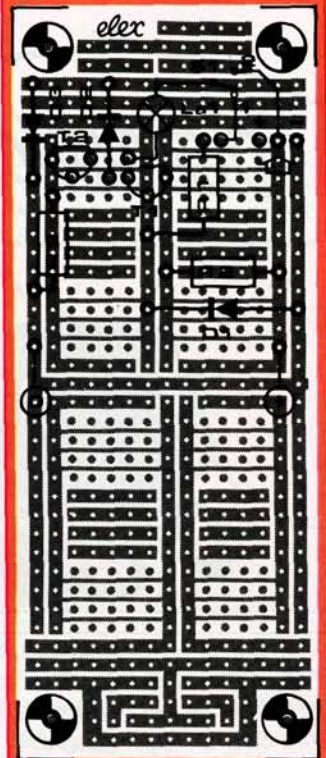

Figure 5 - Le plan d'implantation montre la disposition des composants sur une petite plaquette expérimentale.
(figure 5) il y a peu de chances de se tromper. Il convient de faire très attention de ne pas inverser les connexions des diodes, des transistors et de la LED (voir la page "composants"). Le pôle positif de la pile est la languette la plus courte.
En fonctionnement, on fait appel à une **résistance de limitation de courant** mise en série avec une (ou plusieurs) LED. Lorsque l'on calcule la valeur correcte de cette résistance à l'aide de la loi d'Ohm, on doit prendre en compte la tension directe. En voici un exemple : Il s'agit d'alimenter une LED verte (tension directe de 2,2 V environ) à partir d'une source de tension de 12 V; le courant de service doit être de 20 mA (voir figure 5). La tension  $U_R$  aux bornes de la résistance d'élève à :
**Figure 5 - La résistance-talon prend à son compte la différence de tension entre le potentiel de la source d'alimentation et la tension de la LED. On limite l'intensité du courant qui circule à travers la diode électroluminescente en choisissant la valeur de la résistance-talon en conséquence.**